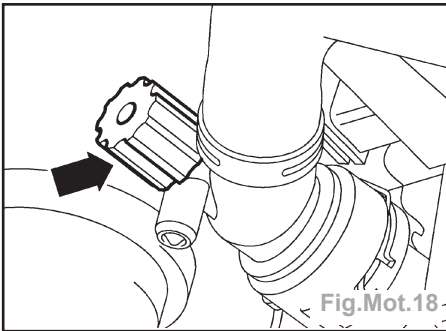

Fig.Mot.18
- Faire tourner la vis de vidange (flèche) du radiateur à gauche et la tirer vers l'arrière ; brancher une durit sur la tubulure si nécessaire (Fig.Mot.18).